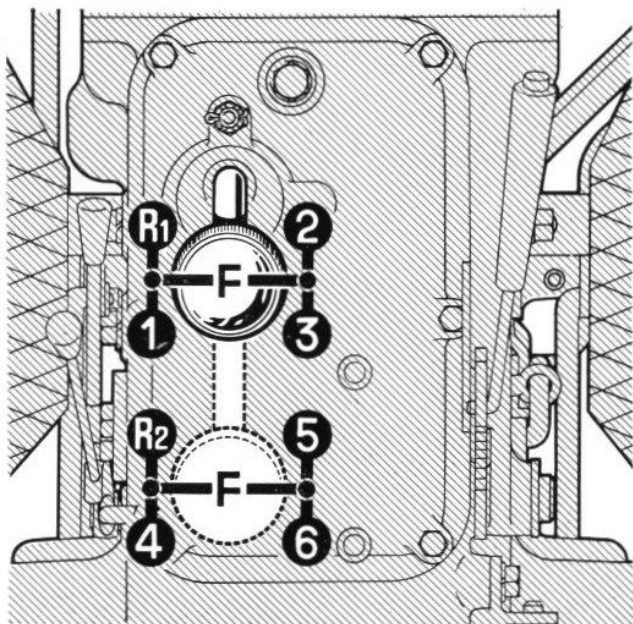

FIG. 33
- Amener le levier d'accélération (1) à mi-course ;
- Pousser à fond la pédale d'embrayage (3) et engager la vitesse choisie en suivant la figure 33 ou en se référant aux repères marqués sur le couvercle de la boîte de vitesses ;
- Desserrer le frein à main en appuyant sur le poussoir situé en bout du levier (4) ;
- Laisser revenir l'embrayage en friction en relâchant très progressivement la pédale (3) ;
- Le tracteur en marche accélérer soit à l'aide du levier d'accélérateur (1) soit à l'aide de la pédale d'accélérateur (5).